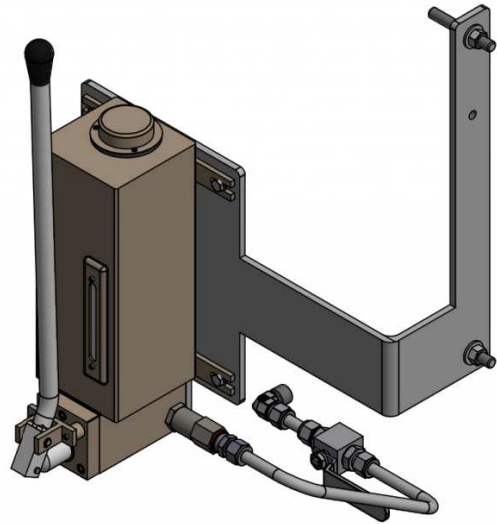

Figura 13: Montaje de la bomba manual
- La salida de la bomba manual se debe conectar a la conexión no utilizada A/A1 utilizando los artículos 126, 127, 268, 389, 389.1, 432 como se muestra en la Figura 13.